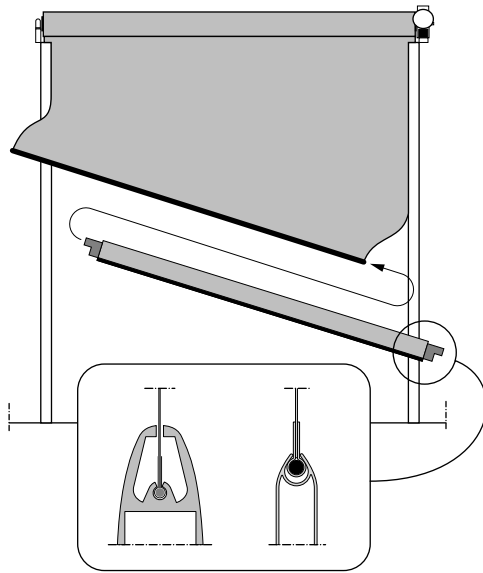

figure 2.3.2
- 4 Glissez la plinthe inférieure sur le profil d'insertion du tablier, centrez la plinthe entre les rails de guidage (figure2.3.2) Ne solidarisez pas encore la plinthe et le tablier.